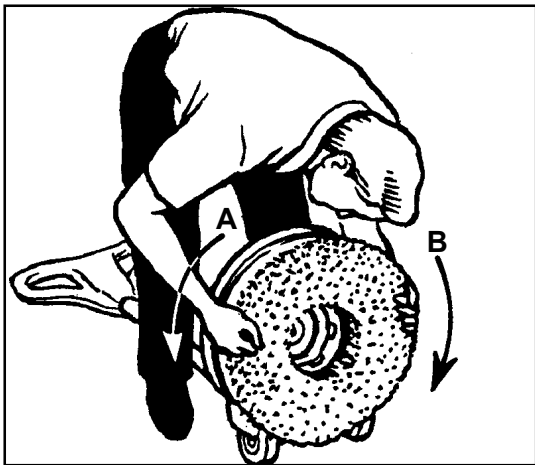

Figure 2
3. Tilt the machine backward until the handle is on the floor. See figure 2.
4. Put one foot on each side of the machine. See figure 2.
6. To lock the brush or pad into position, turn the brush or pad driver as indicated in figure 2 (A).
7. To unlock and remove the brush, turn the brush or pad as indicated in figure 2 (B).
3. Vuelque la máquina hacia atrás hasta que la tobera toca el suelo. (Véase fig. 2).
4. "Cabalgando" sobre la máquina (Véase fig. 2)
6. Fije el cepillo o el disco girando en el sentido de las agujas del reloj. Véase fig. 2 (A).
7. Para quitar el cepillo o el disco, desbloquee el accesorio girando en el sentido contrario de las agujas del reloj, pues sáquelo. Véase fig.2 (B).
3. Incliner la machine vers l'arrière jusqu'à ce que le timon touche le sol. (Voir fig.2)
4. En "chevauchant" la machine (Voir fig. 2)
6. Fixer la brosse ou le disque par pivotement dans le sens horlogique. Voir fig. 2 (A).
7. Pour déposer la brosse ou le disque, débloquent l'accessoire par pivotement dans le sens anti-horlogique, puis le retirer. Voir fig. 2 (B).